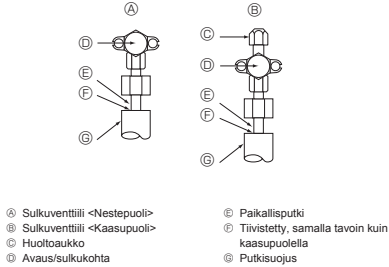

Fig. 5-4
5.4. Kylmäaineputken ilmatiiviyden testausmenetelmä (Fig. 5-4)